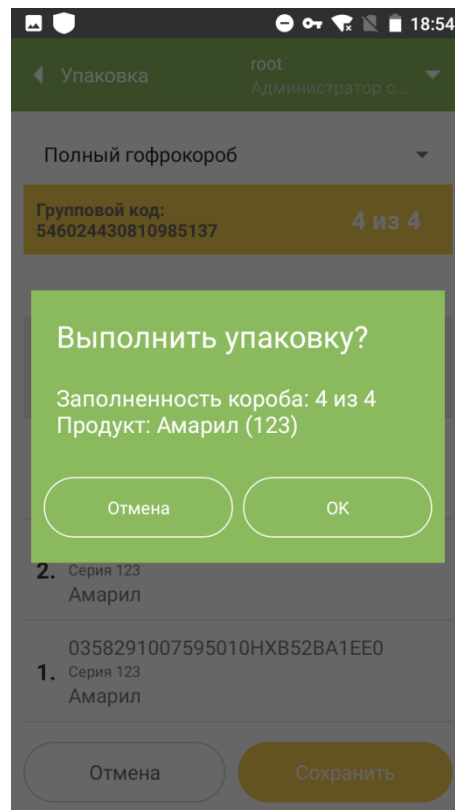
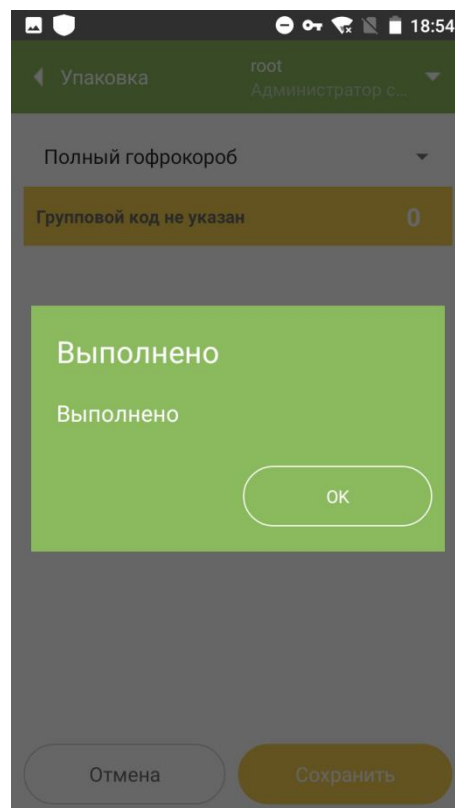
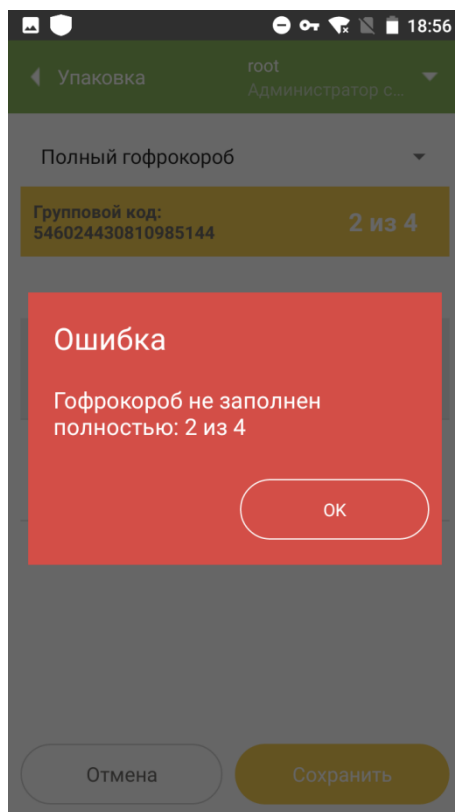

Рисунок 2.9
Рисунок 2.10
Рисунок 2.11
- 2.1.7. Появится системное сообщение «Выполнить упаковку?» (Рисунок 2.9). Нажать «ОК» для подтверждения действия. Появится подтверждение выполнения упаковки короба (Рисунок 2.10). При попытке выполнить закрытие незаполненного короба, появится системное сообщение об ошибке (Рисунок 2.11).